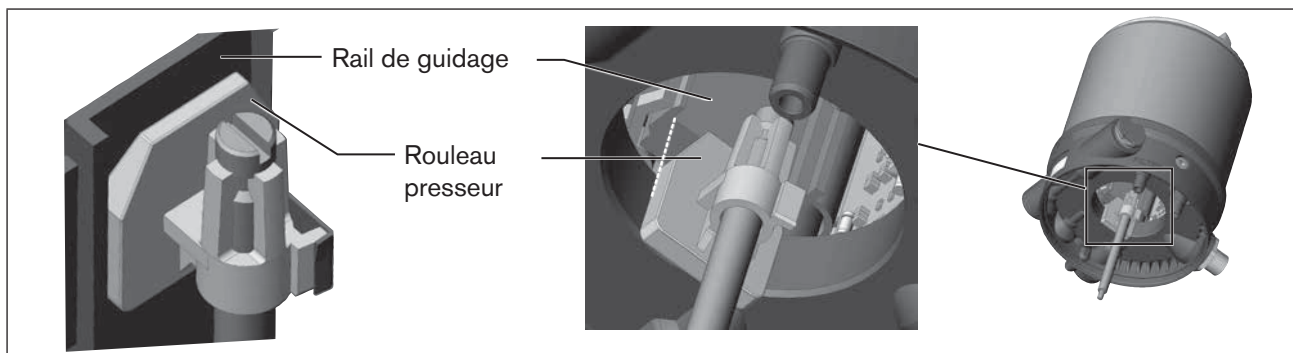

Figure 9 : Disposition du rouleau presseur
1. qu'il entre dans le rail de guidage de la tête de commande (voir « Figure 9 ») et